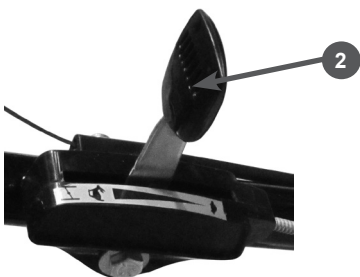

Рис.6
1. Откройте топливный кран (1) Рис.6
2. Закройте воздушную заслонку. Для этого рычаг регулировки оборотов (2) Рис.6 установите в крайнее верхнее положение
Не начинайте работу измельчителем предварительно не прогрев двигатель. Необходимые рабочие обороты двигателя установите с помощью рычага (2) Рис.6.